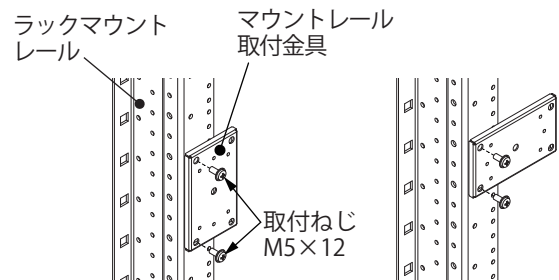

図3 ヒータ風向き 垂直方向
1. 取付ねじ (M5×12) にて、マウントレール取付金具を EIA 規格のラックマウントピッチに適合したラックマウントレール、アングルなどに取付けてください。ヒータの風向きをキャビネット底面に対して垂直方向にする場合はマウントレール取付金具を図 3 のように取付けてください。ヒータの風向きをキャビネット底面に対して水平方向にする場合は図 4 のように取付けてください。